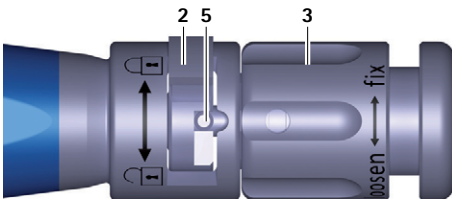
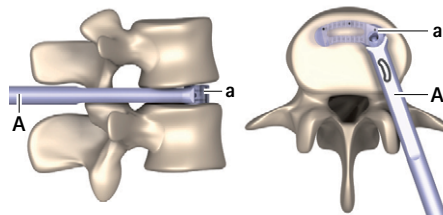

Abb. 3 Nahansicht Einsetzinstrument, Schalter geschlossen
Abb. 11 Implantat in Endposition
- Schalter 2 nach rechts drehen (Richtung ) , siehe Abb. 3.
- Drehmutter 3 gegen den Uhrzeigersinn drehen (Richtung „loosen“), bis sich Pin 5 vollständig in Schalter 2 befindet, siehe Abb. 3. Dabei darauf achten, dass Pin 5 Schalter 2 nicht verklemt.
- Sobald Endposition (siehe Abb. 11) erreicht ist: Drehmutter **3** gegen den Uhrzeigersinn drehen (Richtung „loosen“), bis sich Pin **5** vollständig in Schalter **2** befindet, siehe Abb. 3. Dabei darauf achten, dass Pin **5** Schalter **2** nicht verklemmt.
- ▶ Schalter **2** nach rechts drehen (Richtung ☞), siehe Abb. 3.